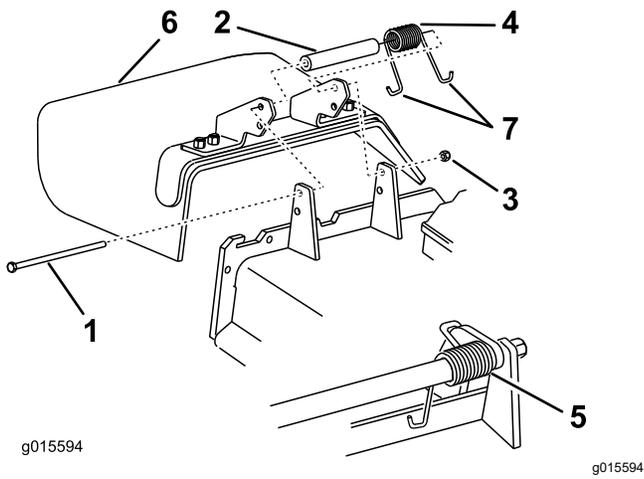

Figure 63
1. Placez une extrémité du ressort derrière le bord du plateau et l'autre extrémité sur le déflecteur d'herbe (Figure 63).
- Utilisez le boulon et l'écrou pour fixer le déflecteur d'herbe au plateau de coupe (Figure 63).
- Accrochez l'extrémité en J du ressort au déflecteur d'herbe (Figure 63).